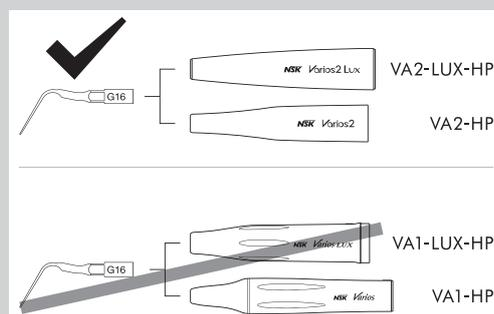

Fig. 17
- A ponta G16 fornecida só pode ser instalada na peça de mão Varios2 (VA2-LUX-HP/VA2-HP). Caso contrário, pode causar fratura da ponta ou riscos na superfície da denteção, prótese, etc. devido a um aumento na amplitude de vibração (Fig. 17).